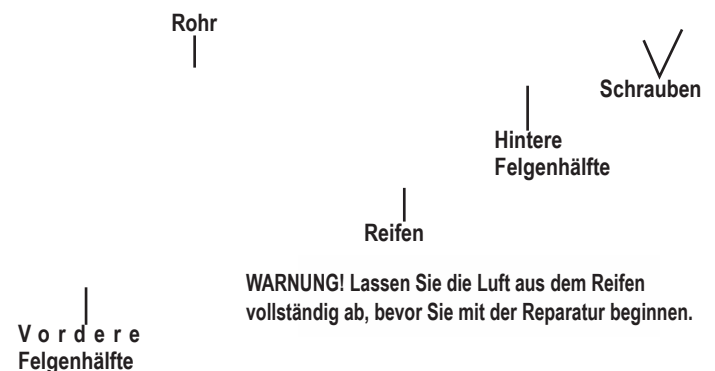

Bild 18. Antriebsrad auseinandergebaut
6. Entfernen Sie die Schrauben und trennen Sie die vordere und hintere Felge. Siehe Abbildung 18.
10. Bringen Sie die fünf (5) Radmuttern wieder an der Radnabe an und ziehen Sie sie fest.